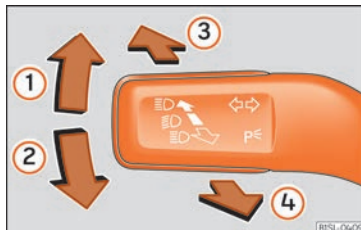

Abb. 116 Blinker- und Fernlichthebel.
- Drücken Sie den Blinker- und Fernlichthebel aus der Ausgangsstellung nach vorne »» **Abb. 116** ③. Wenn die Kontrollleuchte ≡ⓐ am Bildschirm des Kombi-Instruments aufleuchtet, ist der Fernlichtassistent eingeschaltet.
- **ODER:** Ziehen Sie bei eingeschaltetem Fernlicht den Blinker- und Fernlichthebel nach hinten »» **Abb. 116** ④.